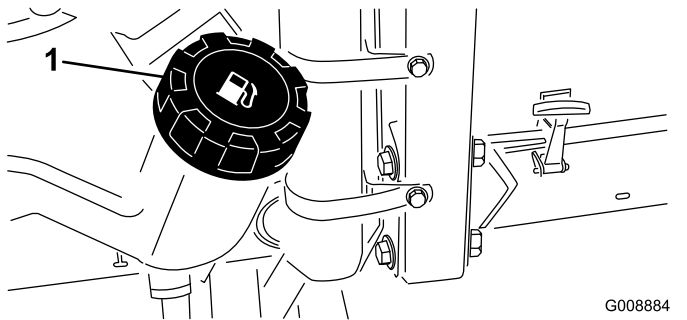

Bild 28
1. Reinigen Sie den Bereich um den Tankdeckel (Bild 28).